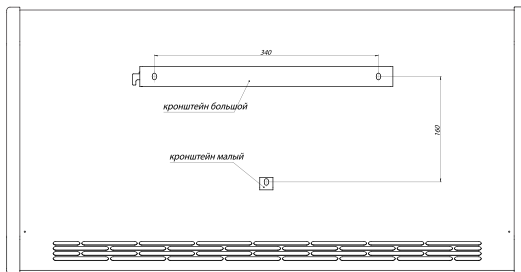

Рис. 3
При установке конвектора на стену необходимо также соблюдать минимальные расстояния от предметов (см. рис.3)
3. Приложить кронштейны к стене и произвести разметку отверстий (см. рис.3).